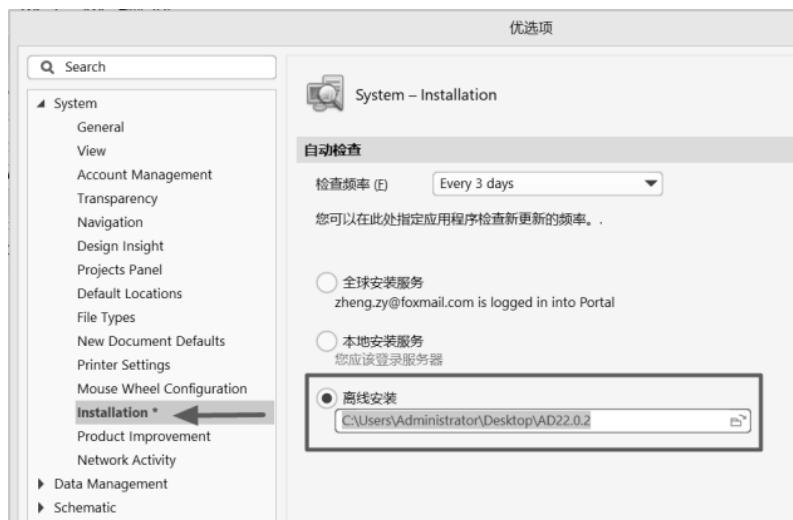

图 12-33 系统安装路径设置
(5) 有些人进入插件选择界面时没有这些插件，可以在插件选择界面中，单击右上角的设置命令图标 ，进入如图 12-33 所示的“System–Installation”界面，设置好安装的离线目录（即安装包的路径），如果没有，可以选择在线安装选项。设置完成之后，再进入刚才的插件选择界面就可以安装了。